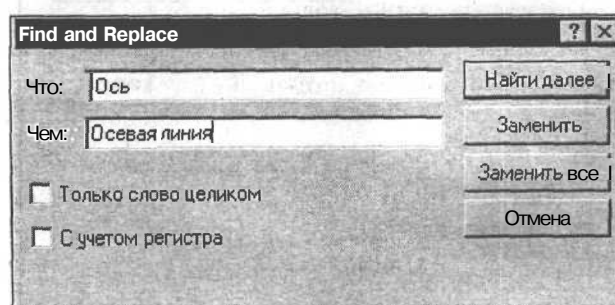

Рис. 9.15. Диалоговое окно для поиска и замены текста
- **Find and Replace** (Поиск/Замена) — поиск текстовых фрагментов и замена их новым текстом. После выбора этого пункта меню появляется диалоговое окно (рис. 9.15), в котором можно ввести фрагмент текста и его заменяемый эквивалент;